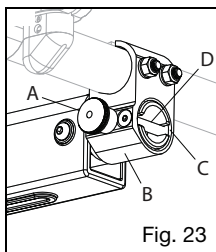

Fig. 23
1. Para quitarla, tire de la perilla de liberación (Fig. 23:A) para desenganchar el pasador de bloqueo y sacar el ensamble del receptor tubular.
2. Para insertar el ensamble, tire de la perilla de liberación (Fig. 23:A) e inserte el ensamble en el receptor tubular (Fig. 23:B).
3. Gire el ensamble en el receptor para alinear la ranura (Fig. 23:C) y el pasador transversal (Fig. 23:D).
4. Suelte la perilla (Fig. 23:A).